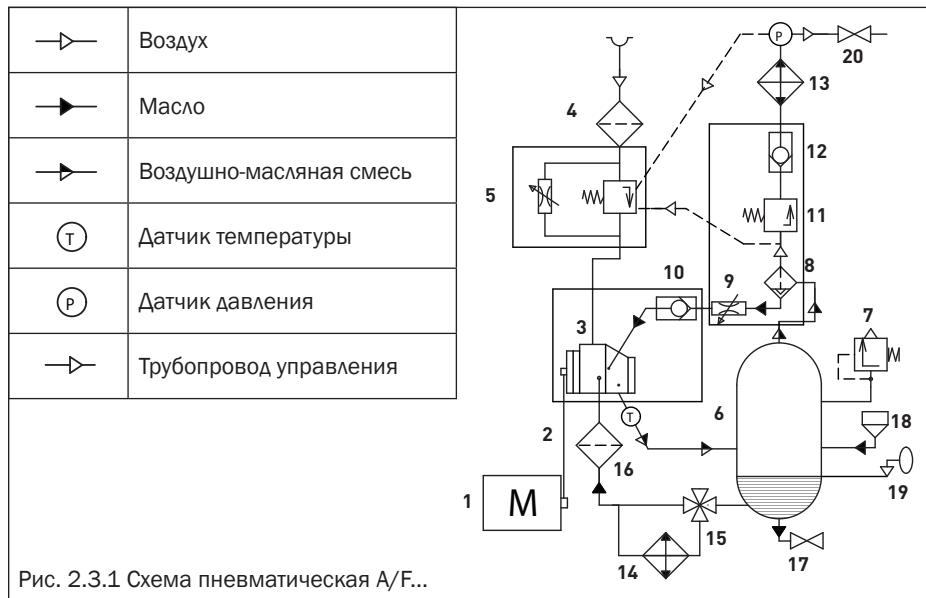

Рис. 2.3.1 Схема пневматическая А/Ф...
2.4 Принцип действия (Смотрите рис. 2.3.1 и 2.3.2)